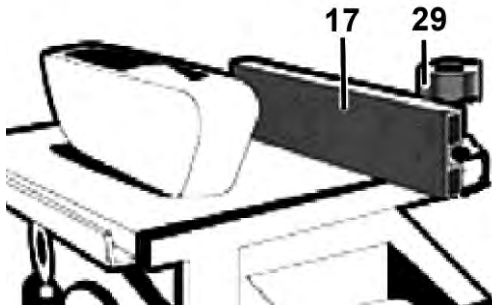

Рисунок 9
- Для установки необходимой ширины распила отпустите винт (винты) 29 (рисунок 9) и по шкале опорного стола 18 установите необходимую ширину распила и затяните винты для фиксации параллельной направляющей.